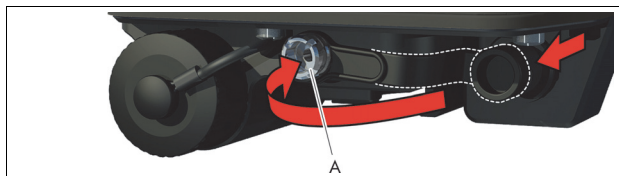

Fig. 3.e - Extracción y almacenamiento del tapón de protección
- Inserte el conector del cable de control en la interfaz del conector de la FN® FCU Mk3, y alinee al mismo tiempo los puntos blancos (vea Fig. 3.f).